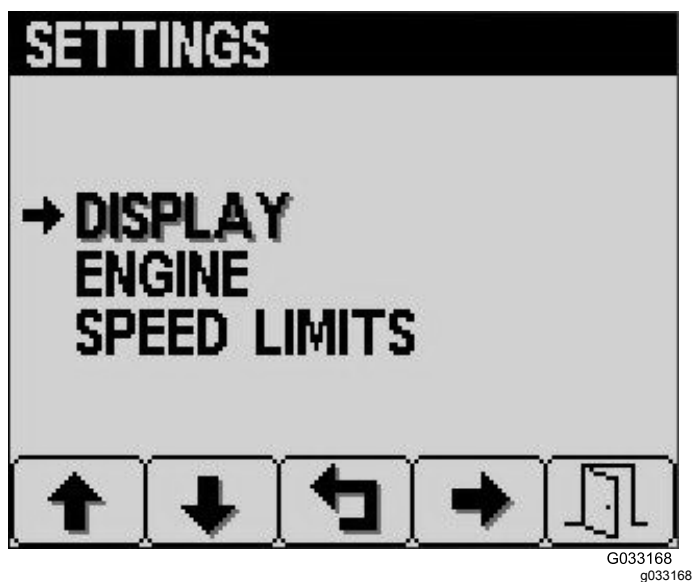

Figura 20
3. A partir do ecrã de definições, premir o botão 5 para selecionar a opção de mostrador (Figura 20).